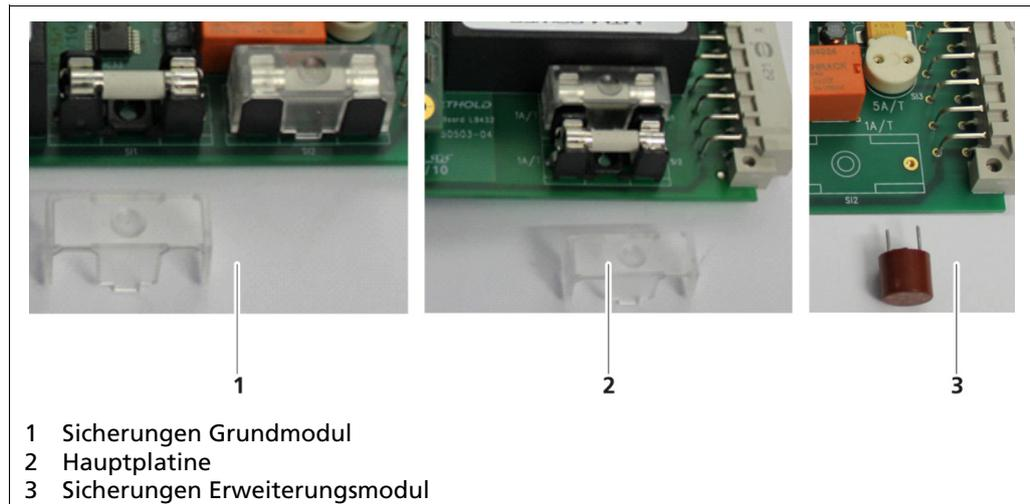

Abb. 82 Sicherungen
6. Ziehen Sie vorsichtig an den Sicherungen (Abb. 82, Pos. 1) bis der obere Teil vollständig entfernt ist. Stecken Sie die neuen Sicherungen entsprechend der Kontakte und vorgesehenen Aussparungen wieder auf das Erweiterungsmodul.